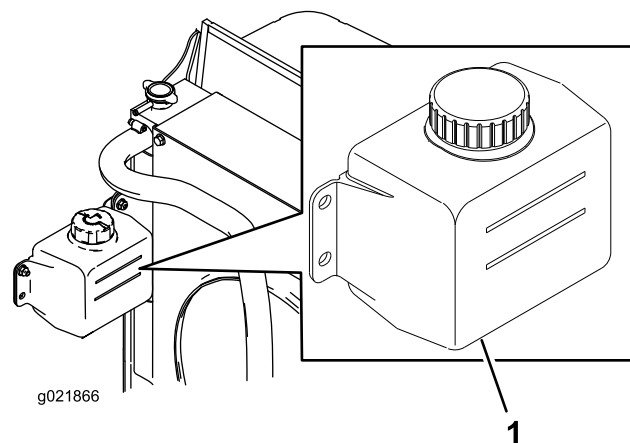

Bild 85
1. Prüfen Sie den Kühlmittelstand im Ausdehnungsgefäß (Bild 85).